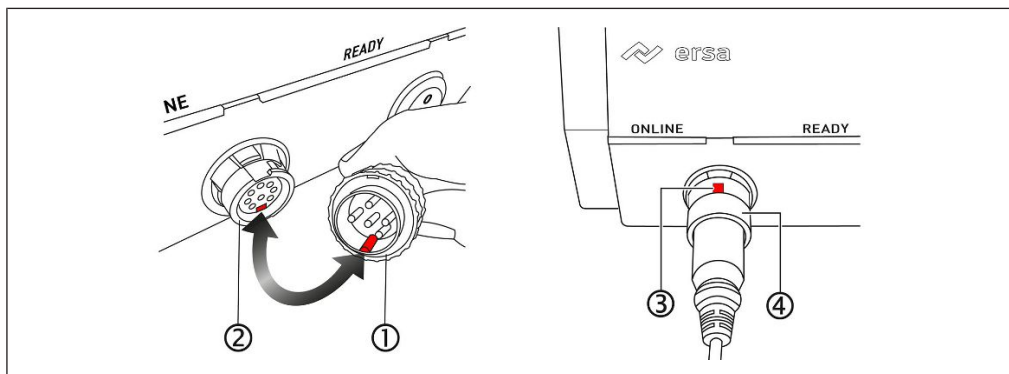

Рис. 6: Вставьте штекер паяльника
- f) Рис. 6, слева: Вставьте штекер паяльника [1] в гнездо на паяльной станции [2]. При этом отрегулируйте стопор вращения штекера по нижней отметке гнезда, см. стрелку.
- г) Рис. 6, справа: Поверните вырез на накидной гайке штекера паяльника (3) наверх. После этого с усилием надвиньте накидную гайку (4) на штекер и зафиксируйте, повернув на 90° по часовой стрелке.